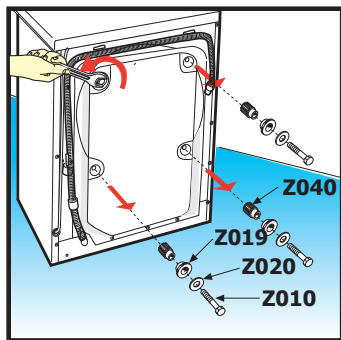

Fig. 1
- (a) Con una llave con cabeza hexagonal de 10 mm, quitar los 4 tornillos **Z010** con las respectivas arandelas **Z020**, los casquillos de los separadores **Z019**, los separadores de embalaje **Z040** (ver fig. 1).